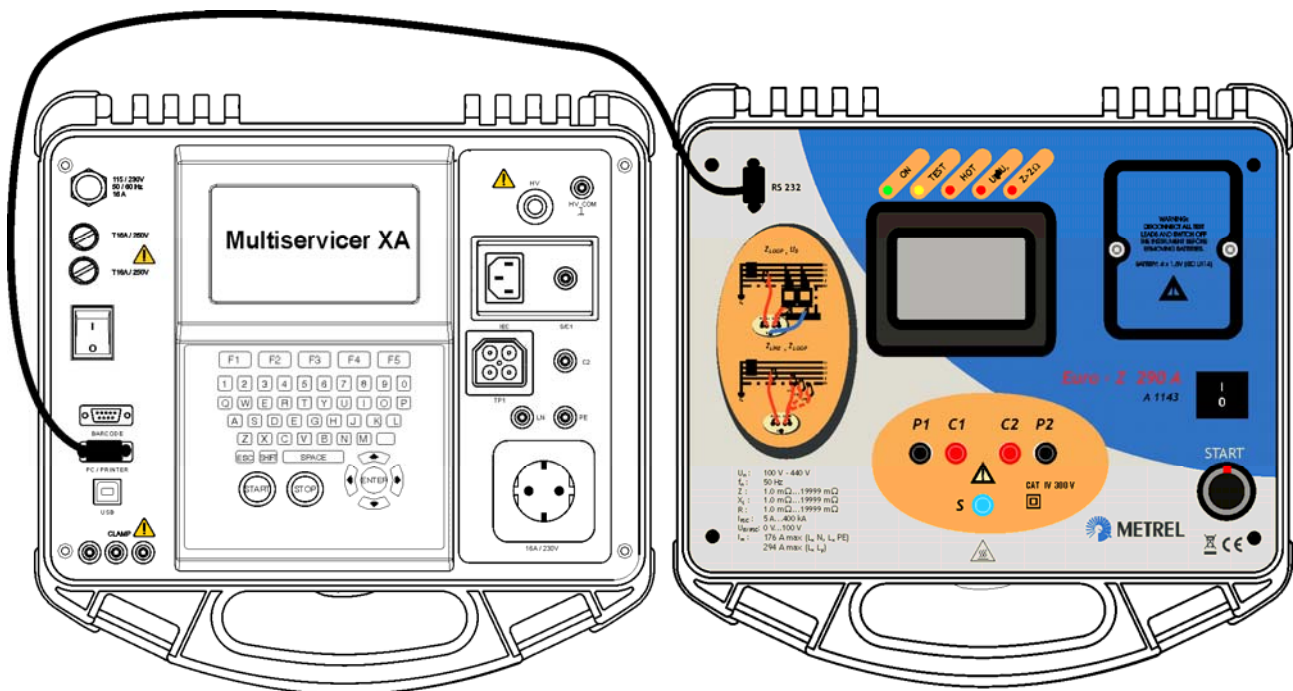

Bild 4.3: Anschluss des Testers Euro Z 290 A an den Multiservicer XA
- ❑ Verbinden Sie das Kommunikationsschnittstellenkabel RS 232 9-polig Buchse / RS 232 9-polig Stecker mit dem Multiservicer XA und dem Euro Z 290 A. Siehe Bild 4.3.